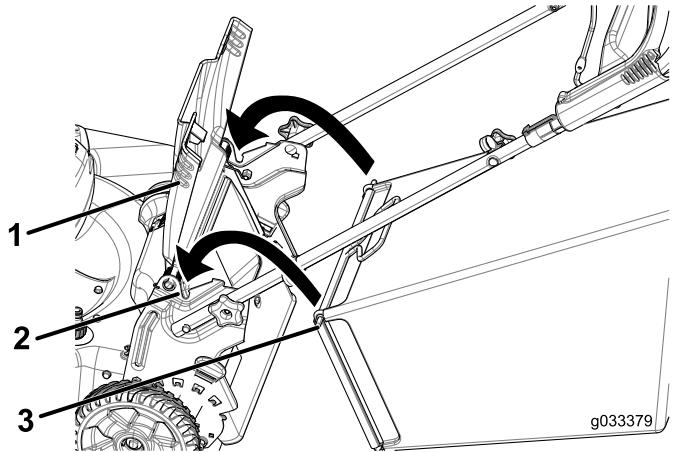

Figura 22
1. Levante y sujeté el deflector trasero (Figura 22).
2. Instale la bolsa de recogida, asegurándose de que los pasadores de la bolsa descansan en las muescas del manillar (Figura 22).